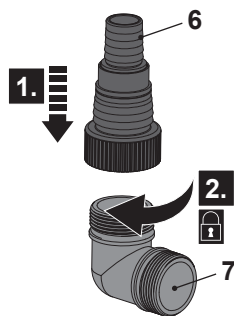

Fig. 1
1. Alinhe e enrosque o conector de mangueira (6) no adaptador (7), no sentido horário, se não estiver já pré-instalado (Fig. 1).